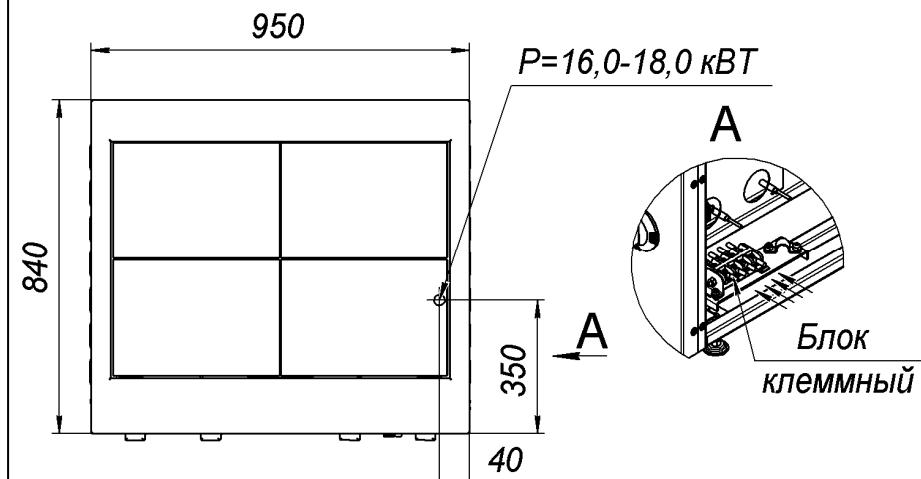

Рис.5
Рекомендуем, подвод электропитания к плите производить, скрытой в полу, трубной разводкой. Диаметр трубы – не менее 1/2" ($\varnothing=22\text{мм}$), (см. рис.5). Электропровода, заводимые в плиту, до блока клеммного, должны иметь термоустойчивую изоляцию, с температурой длительной эксплуатации не менее 150°C.
6.8 Подвод электропитания к плите произвести через автоматический выключатель типа АЕ, АП или аналогичный. Блок клеммный, для подключения плиты к э/сети, расположена за правой облицовочной панелью шкафа (см. рис.5).